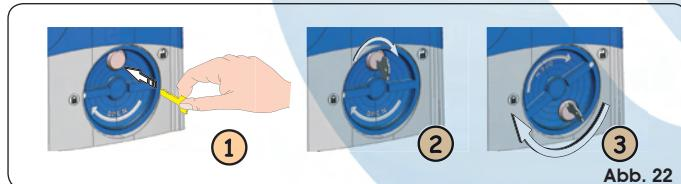

Abb. 22
1. Den entsprechenden, im Lieferumfang enthaltenen Schlüssel in das Schloss einführen (Abb. 22, Bez. ①) und im Uhrzeigersinn entsprechend der Darstellung in Abb. 22, Bez. ② drehen.
2. Das Entriegelungssystem im Uhrzeigersinn um etwa 180° entsprechend der Darstellung in Abb. 22, Bez. ③ drehen